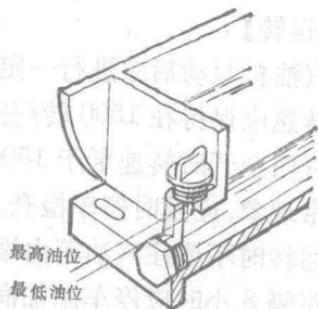

图 12 润滑油位
2. 加注润滑油(油位要求见图 12)。当环境温度在  $0^{\circ}\text{C}$  以上时加 HQ-10 号汽油机润滑油;当环境温度在  $0^{\circ}\text{C}$  以下时加 HQ-6 号汽油机润滑油。